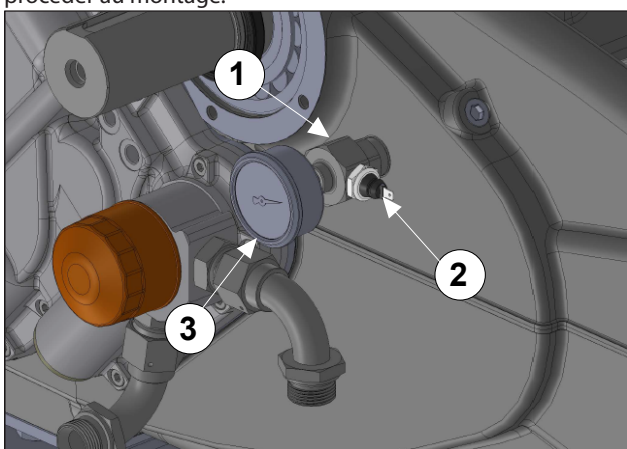

Fig. 133
Utiliser LOX-EAL de scellement des raccords 53-14 ou un produit similaire pour humidifier le raccord en T (rep. ①), le bouchon (rep. ②) et le manomètre (rep. ③) Fig. 133, puis procéder au montage.